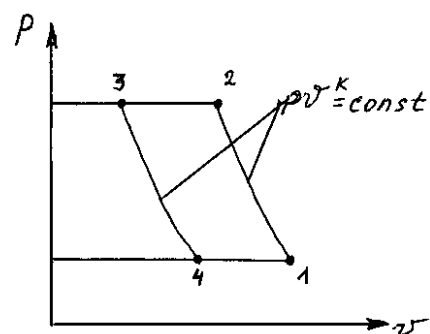

Рис. 3.
6. Для воздушной холодильной машины, цикл которой изображен на рис. 3, служащей для охлаждения помещения до  $-5^\circ\text{C}$ , определить удельные значения работы: затраченной на привод компрессора, производимой в детандере и затраченной на охлаждение. Определить также холодильный коэффициент и удельную холодильную производительность. Известно, что сжатие в компрессоре происходит до  $p_1 = 300 \text{ кПа}$  и расширение в пневматическом двигателе до  $p_2 = 98 \text{ кПа}$ . Температура охлаждающей воды равна  $20^\circ\text{C}$ . Принять массовую теплоемкость воздуха  $c_p = 1,005 \text{ кДж/(кг}\cdot\text{K)}$ , а показатель адиабаты  $k = 1,41$ .